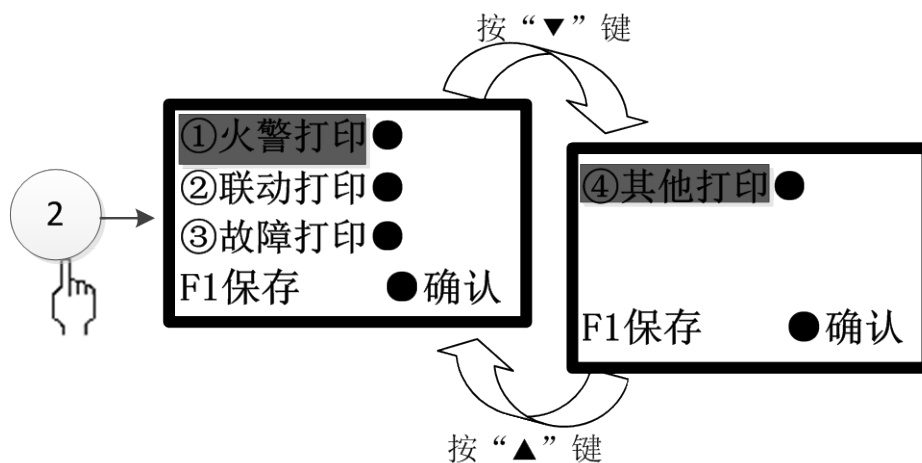

图 3-20
按下数字 2 键或光标移至②后按确认键，可进入打印设置界面(如图 3-20 所示)。进入本界面后，在打印设置中有①火警打印②联动打印③故障打印④其它打印。打了“●”表示要打印，“空白”表示不打印。按上下键移动，按“确认”键切换“●”与“空白”，选完后按“F1”键保存。